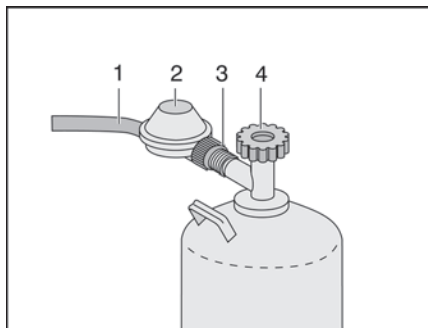

Bild 60 Anschluss Gasflasche
- ▶ Haupt-Absperrventil (Bild 60,4) an der Gasflasche schließen. Pfeilrichtung beachten.
- ▶ Gasdruckregler (Bild 60,2) festhalten und Rändelmutter (Bild 60,3) öffnen (Linksgewinde).
- ▶ Gasdruckregler mit Gasschlauch (Bild 60,1) von der Gasflasche abnehmen.
- ▶ Gasdruckregler (Bild 60,2) mit Gasschlauch (Bild 60,1) an die Gasflasche ansetzen und Rändelmutter (Bild 60,3) von Hand fest zudrehen (Linksgewinde).